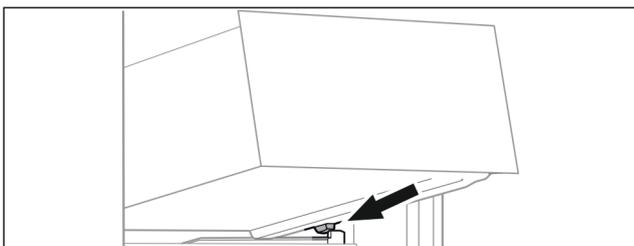

Fig. 90
- ▶ Applicare il cassetto inclinandolo dietro i fermi sulla nervatura del contenitore. (vedere Fig. 90)